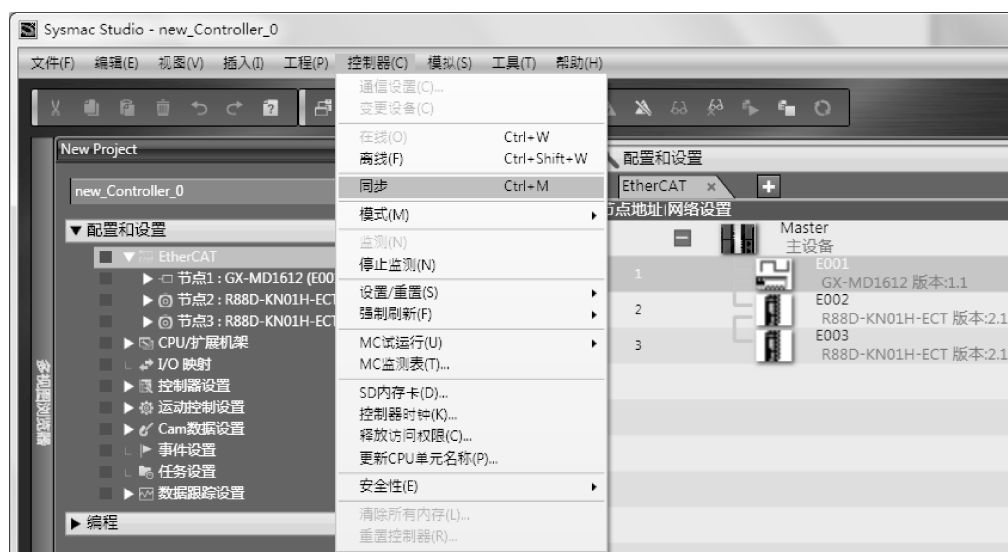

图 6-38 同步操作
1) 在线并且从“控制器”菜单中选择“同步”, 如图 6-38 所示。